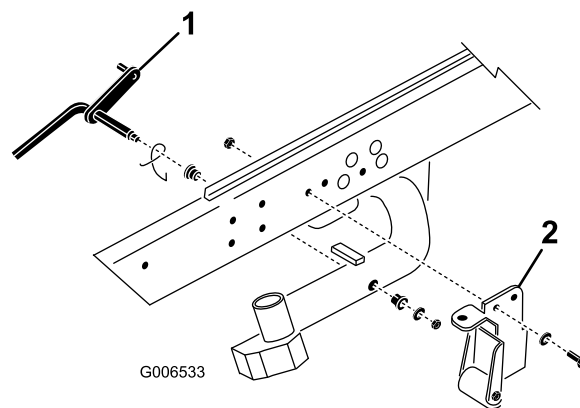

Bild 9
Hinweis: Die Stützhalterung der Kippvorrichtung mit der Rolle und die Stützhalterungen der Kippvorrichtung werden nicht für den Betrieb der DPA-Mähwerke benötigt (Bild 9). Sie können Sie ggf. entfernen.
1. Entfernen Sie die Sicherungsmutter und die Scheibe, mit denen die Gelenkstange am Hubarm Nr. 2 befestigt ist (Bild 9). Nehmen Sie die Gelenkstange und die Feder vom Hubarm ab. Wiederholen Sie diese Schritte an den Hubarmen Nr. 1 und Nr. 3.